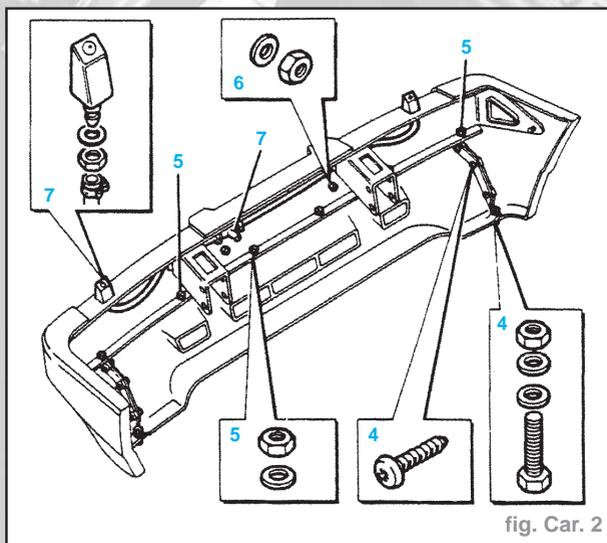

fig. Car. 2
- Déposer les écrous, boulons et rondelles et vis de fixation des embouts au pare-chocs et retirer les embouts (4) (Fig. Car. 2).